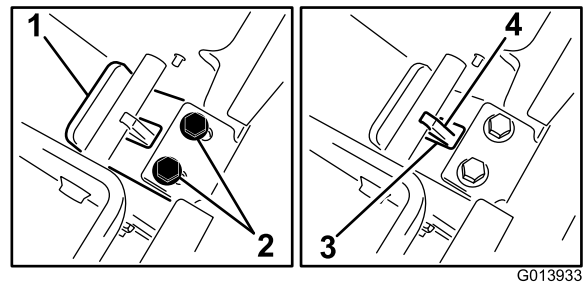

Figure 9
2. Tout en maintenant la pression sur la plaque d'appui, faites glisser la languette vers vous jusqu'à ce que son rebord entre en contact avec la barre transversale (Figure 9).